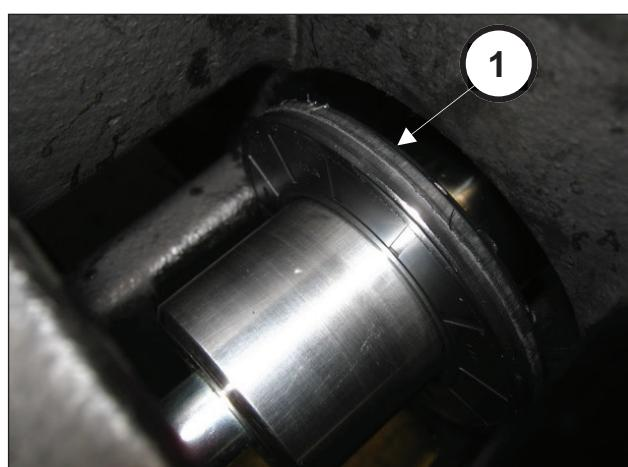

Abb. 37
Betätigen Sie das Ritzel so weit, bis der Mitnehmer des Werkzeugs vollständig in den Ölabstreifring eintritt (Pos. ①, Abb. 36). Setzen Sie die Ritzeldrehung bis zum vollständigen Herausziehen des Ölabstreifings fort (Pos. ①, Abb. 37).